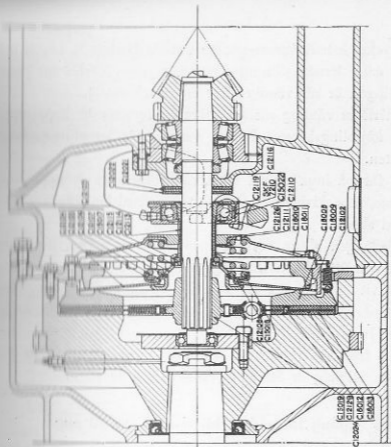
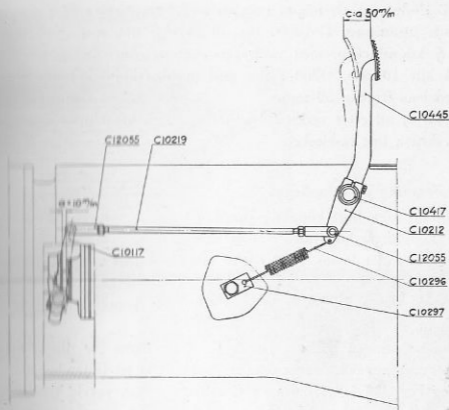
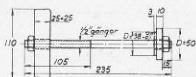

Fig. 40
Fig. 41
Fig. 44
När lamellbeläggen slitats, föres fotpedalen framåt dvs. avståndet a fig. 41 ökar och fotpedalens frigång minskar. Detta visar att kopplingstrycket blivit mindre och att risk för slirning föreligger. Man kan således genom storleken av fotpedalens frigång bedöma, när kopplingen behöver justeras.
Vid leverans från verkstaden är kopplingen injusterad enligt fig. 41. Fotpedalens frigång är 50 mm och måttet a är 10 mm.
När frigången i fotpedalen gått ned till cirka 20 mm skall kopplingen justeras enligt fig. 41, så att måttet a blir 10 mm, varvid pedalens frigång blir 50 mm.
Justeriing av kopplingen kan icke ske genom ändring av de yttre detaljerna. Därför får fotpedalens frigång icke ändras genom att t. ex. förlänga koppelstängen C 10219 fig. 41.
43. Under det att någon trämpar med fotpedalen, vrides den tandade justeringen C 18009 fig. 40 medsols dvs. nedåt sett genom inspektionsluckan, med verktygets rörliga arm, tills måttet a fig. 41 blir 10 mm, vilket mätes med pedalen uppsläppt. Då är fotpedalens frigång 50 mm.
Tag bort de 4 st. fjädrarna C 12102 fig. 40, varvid tryckskivan blir fri.
Tag bort låsringen C 12115 fig. 40 genom att bända ut den med en skruvmejsel eller dylikt.
Därefter skall kopplingen klämmas ihop, så att den delade ringen C 12114 fig. 40 kan tagas bort. Hopspänningen kan ske i en press eller annan maskin, men även med ett enkelt verktyg enligt fig. 44. Den runda brickan placeras på hylsan vid urkopplingslagret, bulten trädes genom hylsan och brickan, varefter den andra delen av verktyget placeras på hylsans motsvarande sida. Därefter gängas muttern på och kopplingen hoptryckes så mycket, att den delade ringen kan tagas bort. Sedan muttern på verktyget gängats ut, släpper spänningen och kopplingen kan tagas isär.
Sedan kopplingshuset hopmonterats med hjälpverktyget fig. 44, monteras kopplingen på svänghjulet. Därvid är det nödvändigt att hålen i hylsan för urkopplingslagret, kopplingslamellen och stödlag-